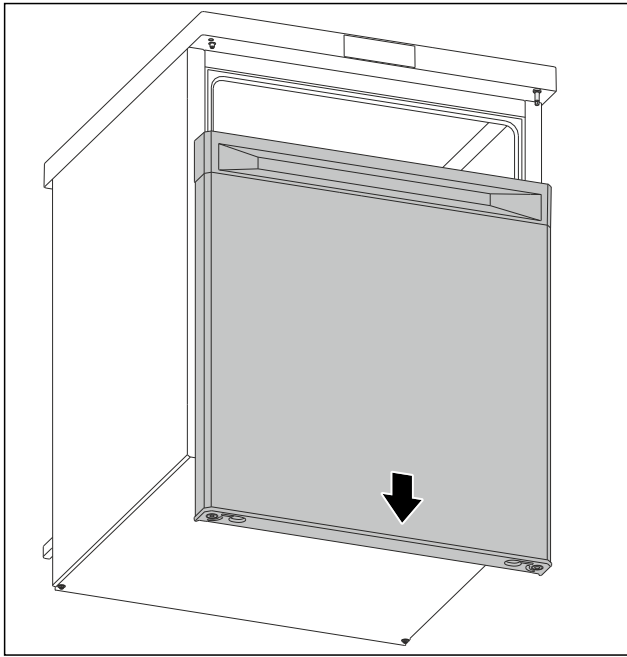

Fig. 8
- Retirer la porte vers le bas. (voir Fig. 8)